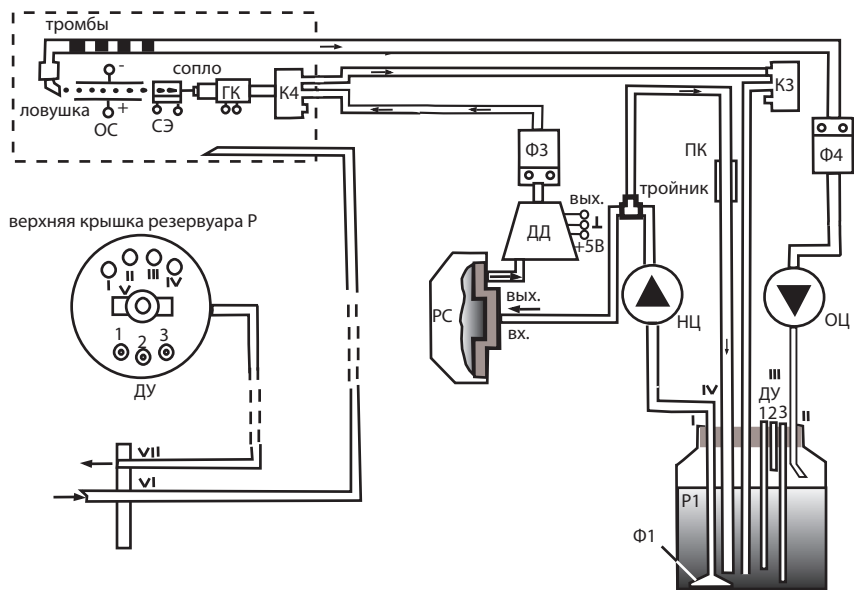
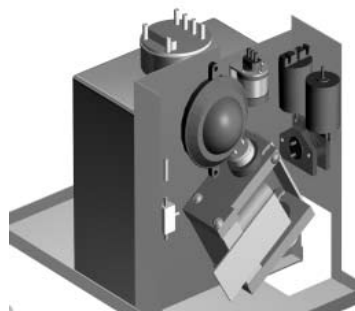

Рис. 5. Структурная схема гидросистемы без автодолива
Рис. 7. Расположение элементов гидросистемы без автодолива
Маркираторы, которые работают на водных чернилах (группа I), имеют обычную (примитивную) гидросистему. Структурная схема и схема расположения элементов вышеуказанных гидросистем представлены на рис. 5 и 6 и рис. 7 и 8 соответственно.
- *Ф* — фильтр. Вход фильтра — со стороны крепления (см. рис. 7 и 8);
На рис. 5 и 6 представлены и другие элементы, не входящие в гидросистему, но необходимые для электризации капель, их контроля и управления:
Кроме этого, из рис. 5 и 6 видно, что обе гидросистемы имеют одинаковые внешние контуры:
На рис. 5 представлена обычная схема гидросистемы маркираторов, где используются чернила, не требующие автоматического долива растворителя. На рис. 7 приведена схема расположения элементов такой гидросистемы.